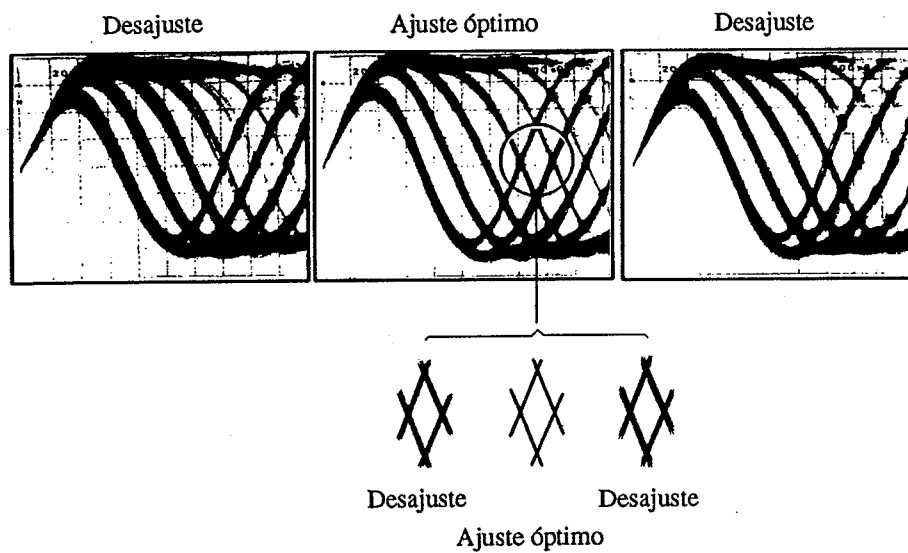

Figura 5 Patrón optico
3. A continuación, ajuste el tornillo de ajuste de inclinación tangencial con una llave hexagonal M 3 mm hasta que el patrón ocular (la forma de diamante del centro de la señal de RF) pueda verse con la mayor claridad (figura 5). Para un tipo de reproducción múltiple de disco compacto, emplee un destornillador Phillips.